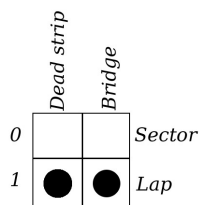

Figura 13: combinazione non permessa
La figura 13 mostra l'ultima combinazione possibile degli *switch* per settare i sensori. In particolare il significato del settaggio mostrato in figura indicherebbe alla *Track Interface* di considerare sia il ponte DS che la banda morta come sensori di fine giro, ma questo non può essere possibile. Questa combinazione errata viene segnalata dalla *Track Interface* facendo lampeggiare i led (3) e (4) fino quando l'utente non cambia il settaggio. Inoltre durante questa situazione, la